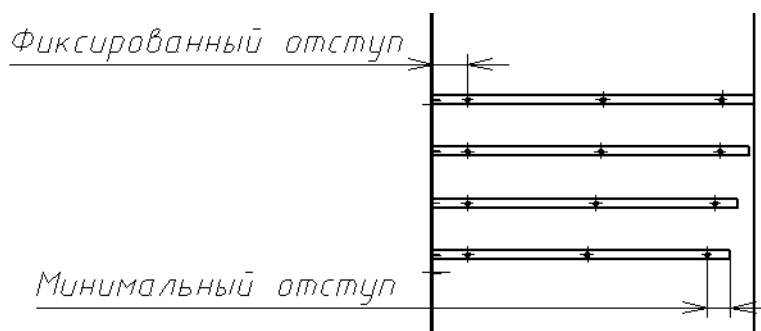

Рис. 29.16.
1. В зависимости от длины стыка объединяются в группы таким образом, чтобы внутри группы длины стыков различались не более, чем на утроенное значение кратности шага расстановки. Для всех стыков группы крепеж будет расставляться одинаково. Целесообразность группирования стыков заключается в следующем. Например, внутри одной секции устанавливаются несколько панелей разного размера таким образом, что их задние кромки расположены на одной вертикали, а передние имеют различные заглублиения. При индивидуальной расстановке крепежа для каждой из них по вертикали отверстия для крепежа будут располагаться беспорядочно (рис. 29.16).